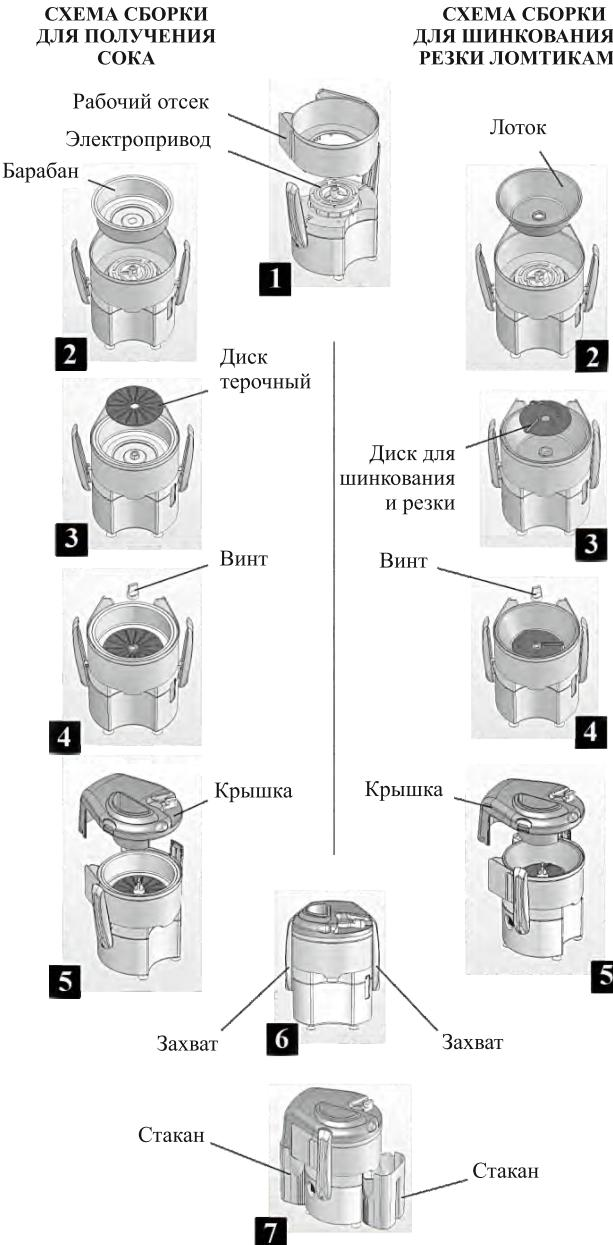

Рис. 1 – Схема сборки электросоковыжималки.
**Собрать электросоковыжималку в соответствии с рис. 1.**
Собрать электросоковыжималку в соответствии с рис. 1 для получения сока, соблюдая требования раздела «Подготовка к работе». Подключить вилку шнура питания к электросети и включить электропривод.
Собрать электросоковыжималку в соответствии с рис. 1 для шинкования и резки ломтиками, соблюдая требования раздела «Подготовка к работе».